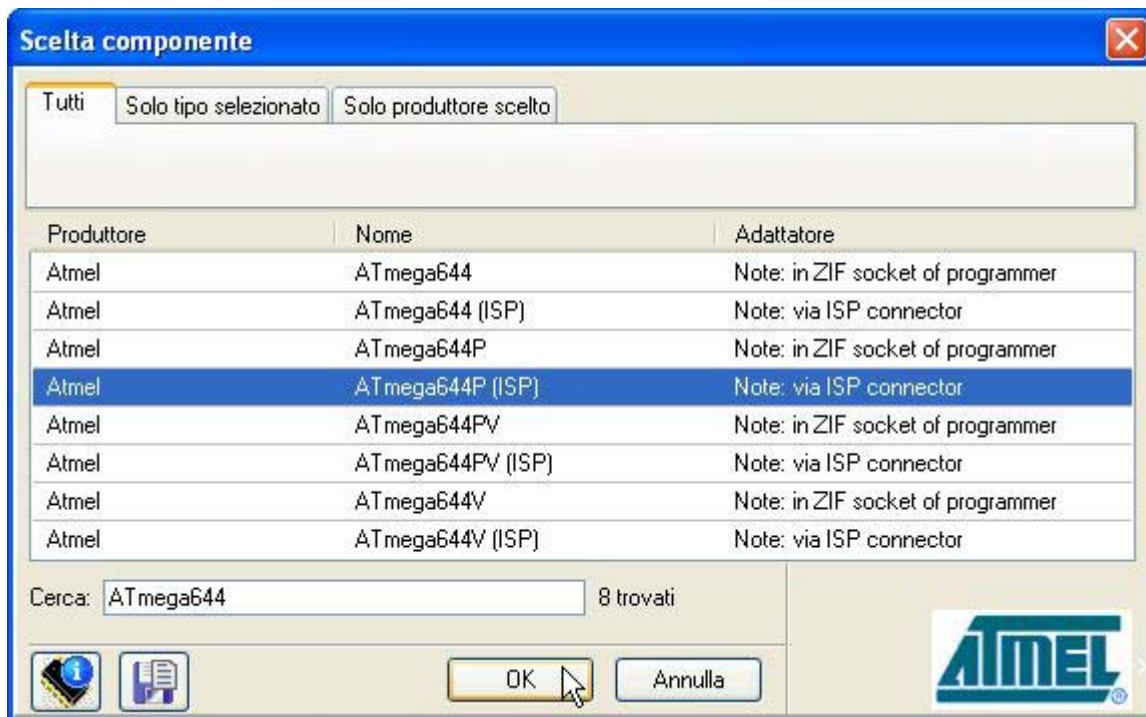

FIGURA D12: SCELTA COMPONENTE CON PG4UW
- g) Scegliere il menù *Componente / Scelta componente...* e selezionare il dispositivo da programmare, ovvero l'*ATmega1284P* in modalità ISP, come indicato in figura D12.